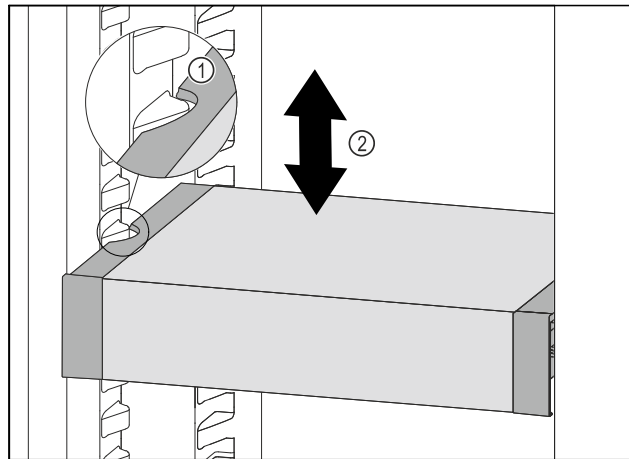

Fig. 106
- ▶ Trekk VarioSafe forover, til utsparingene på sidene av VarioSafe er på nivå med rillene i kjøleskapet. Fig. 106 (1)
- ▶ Flytt VarioSafe oppover eller nedover i kjøleskapet, til ønsket høyde er nådd. Fig. 106 (2)